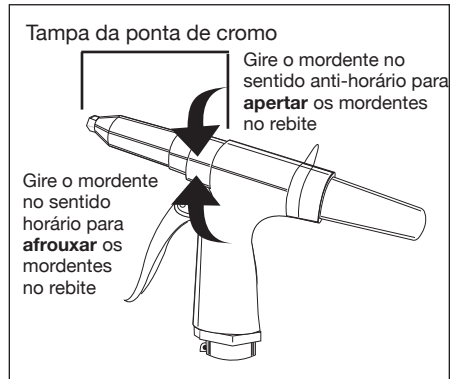

Figura 2
1. Segure a pistola de rebites com a tampa da ponta voltada na direção contrária a você. Remova a tampa da ponta de cromo (consulte a Figura 2).
3. Gire o mordente no sentido anti-horário, apertando os mordentes no rebite. Gire no sentido horário para afrouxar os mordentes no rebite (consulte a figura 2).